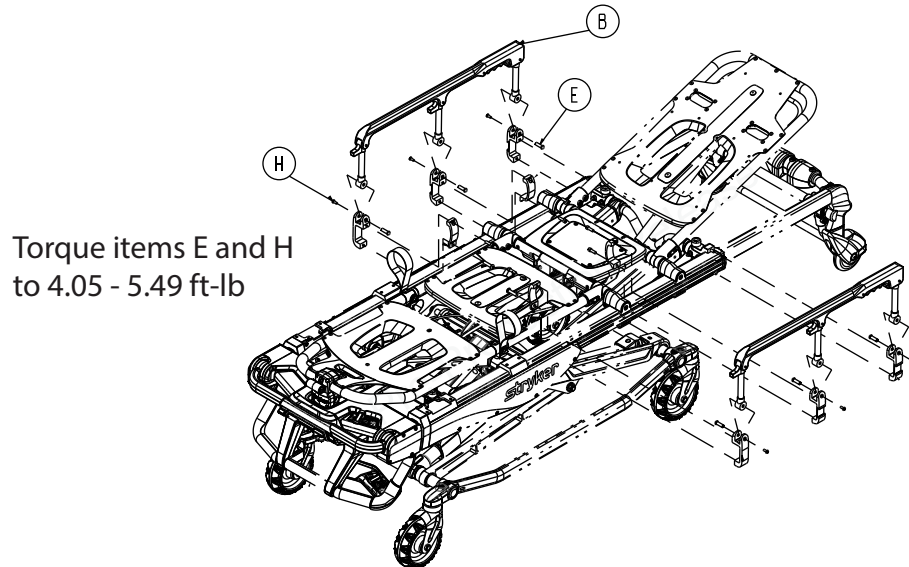

Figure 46 – Composants de barrière standard
5. À l'aide d'une clé Torx T25 et d'un tournevis hexagonal de 3/16 po, retirer les trois vis d'assemblage à tête ronde (H) et les écrous de barrière (E) qui fixent l'ensemble de barrière à la civière (Figure 46). Conserver les vis et les écrous.
6. Retirer la barrière et la mettre de côté (B) (Figure 46).